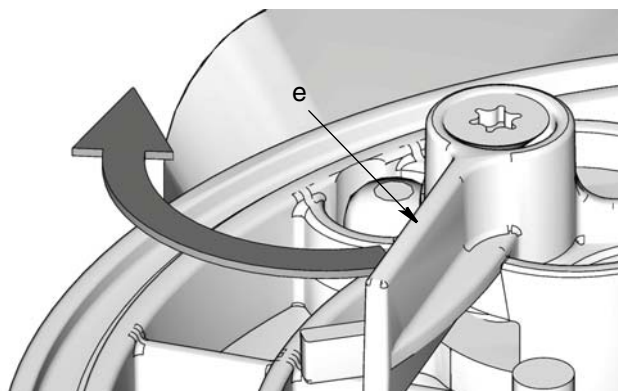

FIG. 14
NOTA: Si hay instalada una paleta de bajo nivel (e), para impedir daños, sujete la paleta de bajo nivel en su posición completamente extraída cuando instale la paleta agitadora (FIG. 14).
- a. Verifique que la paleta de bajo nivel (e) esté en su posición completamente extraída como se muestra en FIG. 14.